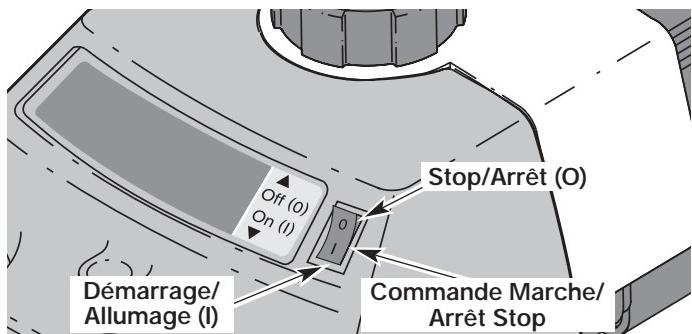
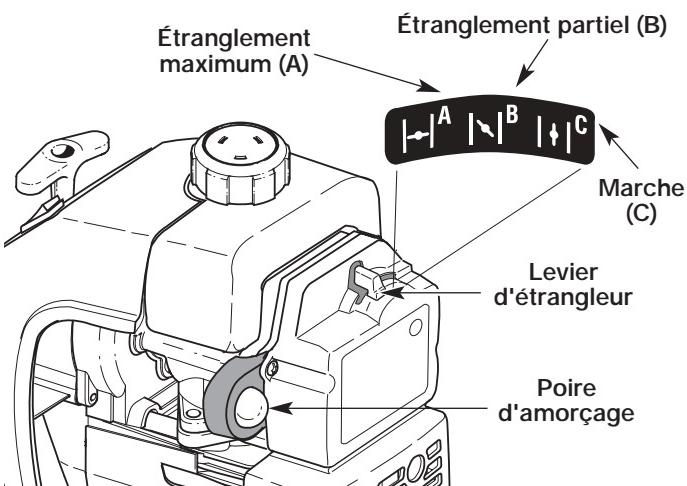

Figure 6
Figure 7
2. Mettez la commande Marche/Arrêt Stop en position **MARCHE (I)** (Fig. 6).
3. Enfoncez complètement, puis relâchez lentement la poire d'amorçage 10 fois. Vous devriez voir du carburant dans la poire (Fig. 7). S'il n'est pas visible, appuyez trois fois de plus ou jusqu'à ce qu'il apparaisse.
4. Mettez le levier d'étrangleur en position d'étranglement **MAXIMUM (A |↔|)** (Fig. 7).
6. Mettez le levier d'étrangleur en position d'étranglement **PARTIEL (B |↔|)** (Fig. 7).
REMARQUE : si le moteur se noie durant le démarrage, placez le levier d'étrangleur en position **MARCHE (C |↑|)** (Fig. 7). Appuyez sur la manette des gaz. Tirez rapidement sur la corde de démarrage. Le moteur devrait démarrer après 3 à 8 coups.
9. Appuyez sur la manette des gaz de 5 à 10 secondes pour réchauffer le moteur. Mettez le levier d'étrangleur en position **MARCHE (C |↑|)** (Fig. 7).
REMARQUE : il n'est pas nécessaire d'utiliser l'étrangleur pour démarrer un moteur chaud. Mettez la commande Marche/Arrêt Stop en position **MARCHE** (Fig. 6), puis démarrez en position d'étranglement **PARTIEL (B |↔|)**. Après le démarrage, placez le levier d'étrangleur en position **MARCHE (C |↑|)** (Fig. 7).
2. Mettez la commande Marche/Arrêt Stop en position **ARRÊT (O)** (Fig. 6).